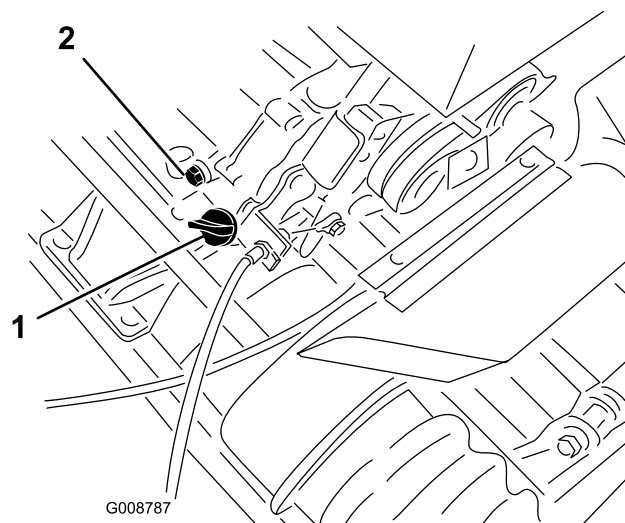

Figura 22
1. Posizionate il tosaerba in modo che il motore sia a livello, e pulite attorno al misuratore del livello dell'olio (Figura 22).
2. Collocate una bacinella sotto il tappo di spurgo, dietro la macchina (Figura 22).